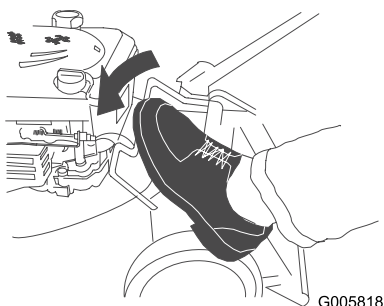

Figura 22
2. Premere la barra di rilascio della stegola (Figura 22).